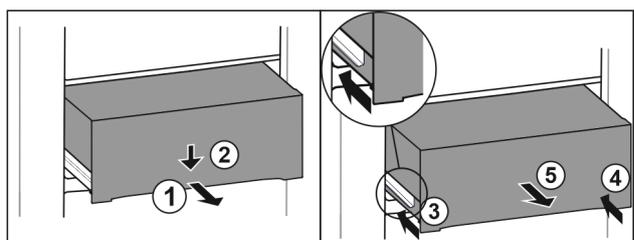

Fig. 117
- ▶ 将抽屉拉出一半。 Fig. 117 (1)
- ▶ 朝下按压正面的抽屉。 Fig. 117 (2)
- ▶ 将左侧轨道推入大约 2 cm。 Fig. 117 (3)
- ▶ 将右侧轨道推入大约 2 cm。 Fig. 117 (4)
▶ 朝前取出抽屉。 Fig. 117 (5)